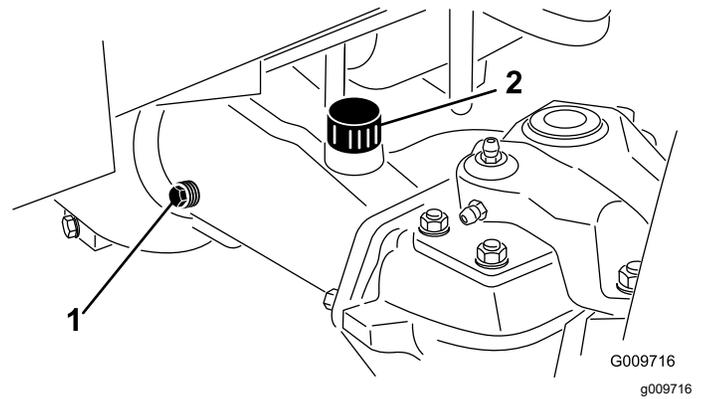

Figure 134
4. Retirez les 2 bouchons de contrôle du carter de pont et le bouchon de remplissage pour faciliter la vidange de l'huile (Figure 134).